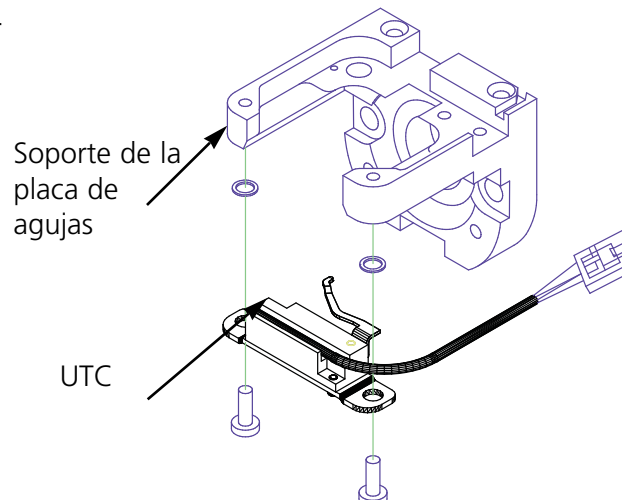
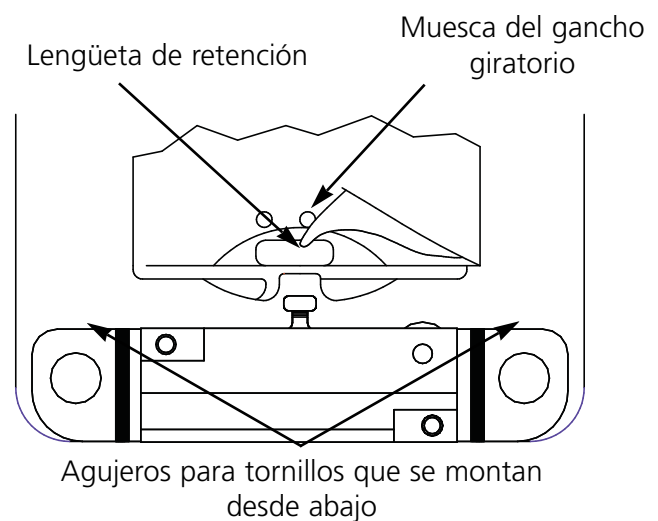

Figura 4-19
Figura 4-20
1. Con la máquina apagada, monte el UTC como se ilustra en la figura 4-19. Fije la lengüeta de retención de la UTC en la muesca del gancho giratorio con un espacio de 0.020 entre sí (vea la figura 4-20). Use el calibrador de hojillas de 0.020 provisto en el paquete del operador.